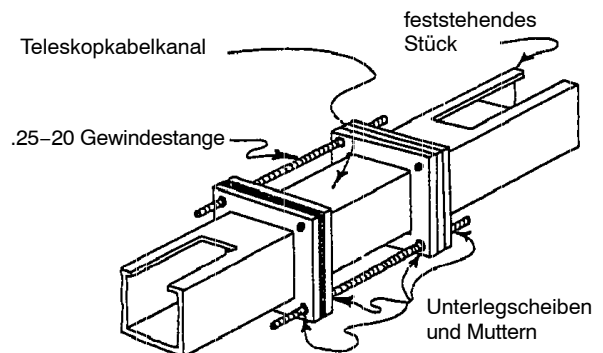

Abb. 5
**Methode II:** Ersetzen Sie an zwei gegenüberliegenden Ecken die Schrauben durch .25-20 Gewindestangen. Montieren Sie die Gewindestangen, Unterlegscheiben und Muttern wie in Abb. 5 beschrieben. Messen Sie nach dem Anziehen der Schrauben die Länge der Erweiterung, um sicherzustellen, daß sie auf beiden Seiten gleich, und nicht schief ist.